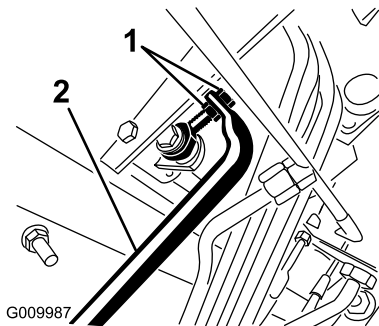

Figura 52
5. Ajuste as porcas de segurança na extremidade da barra da bomba para mover o tubo de controlo da bomba para a frente e eliminar o risco de deslizamentos para a frente, ou para trás para eliminar os deslizamentos para trás (Figura 52).